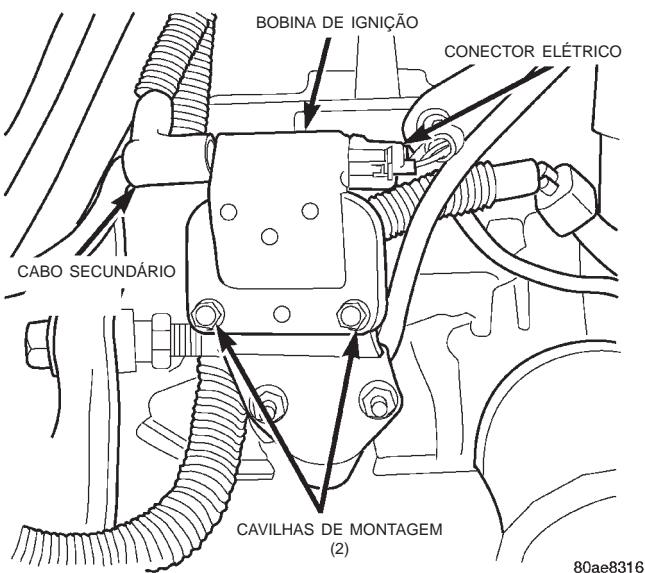
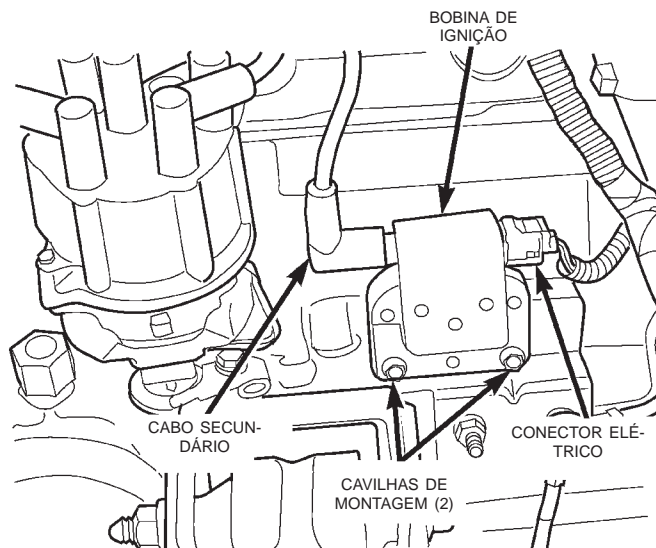

Fig. 19 Bobina de Ignição—Motor 2.5L
Fig. 20 Bobina de Ignição—Motor 4.0L
(4) Verifique as conexões da bobina de ignição. Verifique se o cabo secundário da bobina está firmemente conectado à bobina (Fig. 19) ou (Fig. 20).